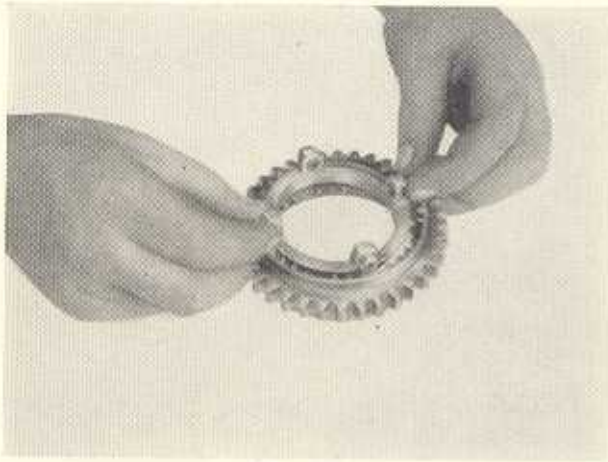

Bild G 42
2. Beim Einschieben des Synchronringes mit Kugeln und Federn in das 1. Gangrad muß beachtet werden, daß die gerillte Konusseite des Synchronringes auf die Seite der breiten Zähne der Innenverzahnung zu liegen kommt; dabei durchdrücken, bis die Kugeln in der Rille des Schieberades einrasten (Bild G 42).